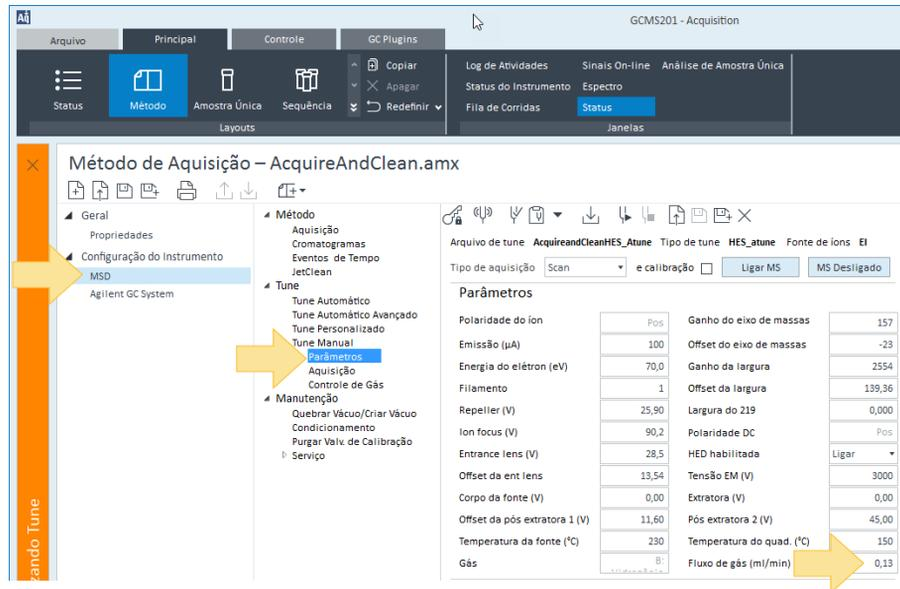

Figura 19 Parâmetros de Tune Manual
- a Selecione **Tune > Tune Manual > Parâmetros** e defina o parâmetro **Fluxo de gás hidrogênio** como **0,13**. Ao desenvolver seu método **Adquirir e Limpar**, é importante obter o menor fluxo de hidrogênio possível, mas mantendo bons resultados. (Consulte Figura 19 na página 43.)